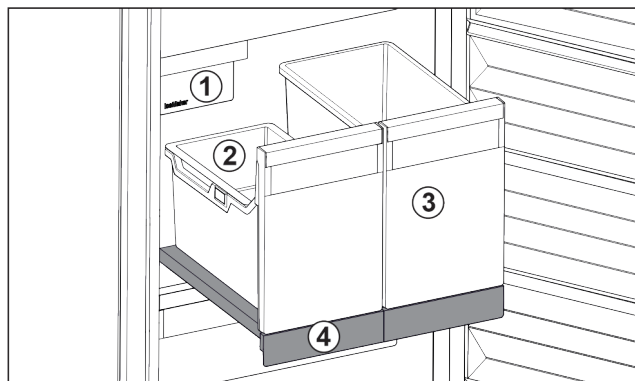

Fig. 103 IceToweriga väljatõmbetahvel
- (1) IceMaker
- (2) Ripustusliud jääkuubikutele
- (3) Anum nt pitsale, alkoholsetele jookidele
- (4) Väljatõmbetahvel
Väljatõmbetahvilil on kaks kõrget anum (IceTower). Anumas Fig. 103 (2) kogutakse ja säilitatakse IceMakerist pärit jääkuubikuid. Anum Fig. 103 (3) sobib kõrgete toiduainete nagu pitsade või alkoholsete jookide säilitamiseks.